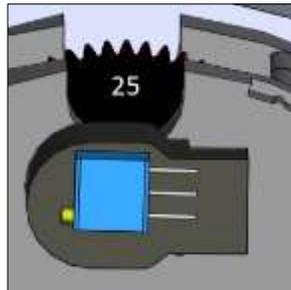

Figure 3.4-4 : Position d'allumage de la soupape air/carburant à 25%
- a. La soupape d'air/carburant tourne à la position d'allumage à feu faible et ferme le **contacteur d'allumage**. Le cadran de la soupape air/carburant indiquera entre **25** et **35** (figure 3.4-4) pour indiquer que la soupape est en position de feu faible.